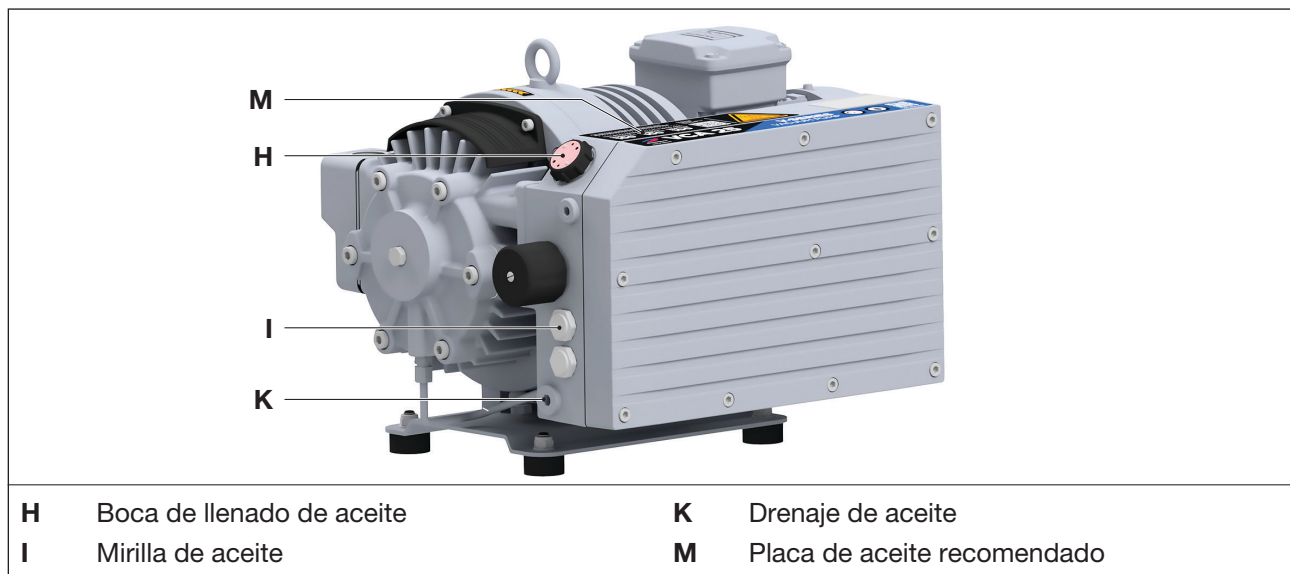

Fig. 7 Cambio de aceite
Para el funcionamiento, se recomienda emplear aceites de Elmo Rietschle (véase también la placa de aceites recomendados (Fig. 7/M) y Tab. 3 en la página 32.
- Abrir el cierre de la boca de llenado de aceite (Fig. 7/H) y llenar de aceite hasta el borde superior de la mirilla (Fig. 7/I).
- Abrir el cierre de la boca de llenado de aceite (Fig. 7/H), abrir el drenaje del aceite (Fig. 7/K) y dejar salir el aceite usado.
- Cerrar el drenaje de aceite (Fig. 7/K) e introducir aceite nuevo en la boca de llenado de aceite (Fig. 7/H) hasta el borde superior de la mirilla (Fig. 7/I).
- Controlar el nivel de aceite a través de la mirilla (Fig. 7/I).